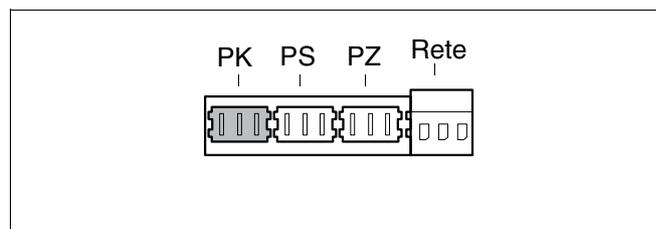

Fig. 41 Morsettieria - Pompa di riscaldamento esterna 230 V (collegamento colore verde).
- Se necessario, collegare la pompa esterna esistente (non la pompa del gruppo di collegamento) al morsetto verde PK (fig. 41).